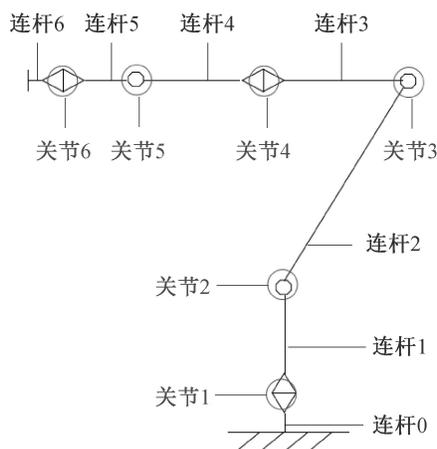

图 1-9 机器人手臂关节链示意图
(1) 正问题:已知机器人各关节的作用力或力矩,求机器人各关节的位移、速度和加速度(运动轨迹)。
(2) 逆问题:已知机器人各关节的位移、速度和加速度,求解所需要的关节作用力或力矩。机器人手臂关节链示意图如图 1-9 所示。